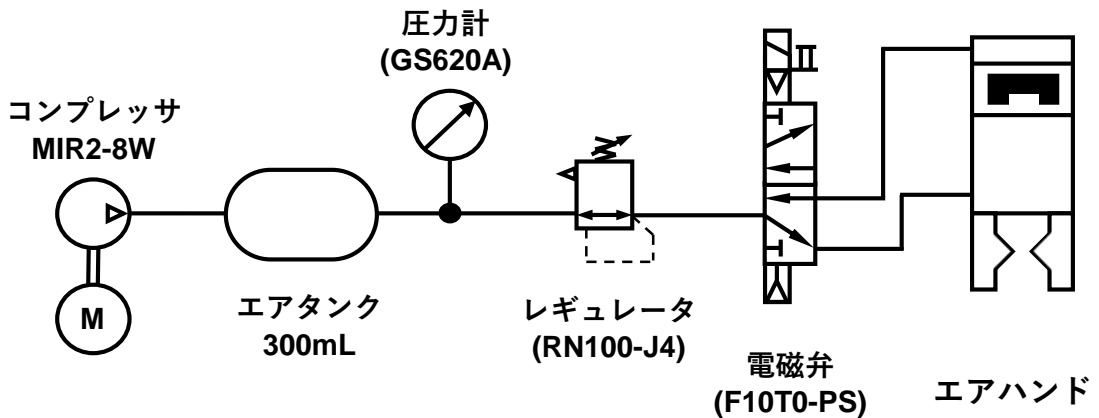

図1.試験回路
- ① 図1の構成でコンプレッサを作動させ圧縮空気を充填する。
- ② 内圧がアンロード圧力0.6MPaまで到達しコンプレッサが停止した直後、電磁弁を規定頻度で作動させる。
- ③ コンプレッサ作動開始から300s間の圧力を測定する。